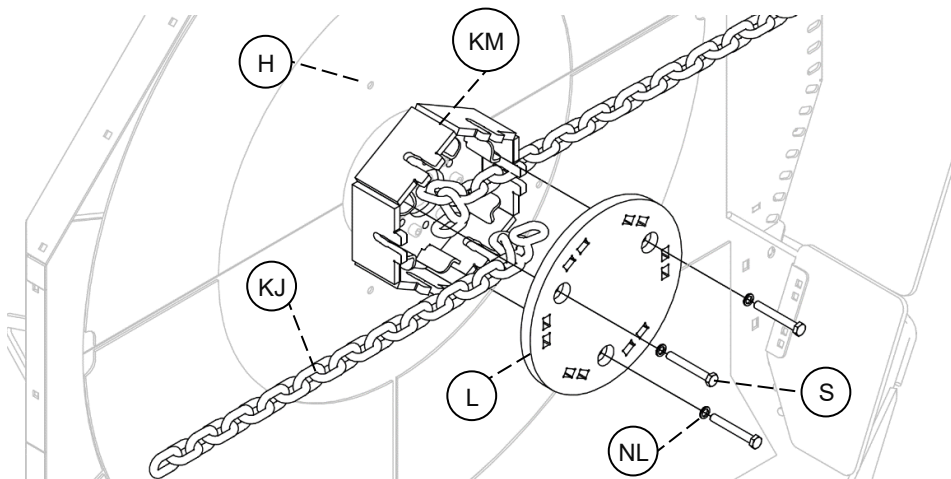

Bild.15
1. Skruva lös de 3 st M12 skruvarna (SK) med nyckelvidd 19 mm och brickor (NL) som håller locket (L), vid behov lås rotation genom att fästa kedjan (KJ) med hjälp av skruvmejsel eller rör i något av hålen (H) – se Bild.15.
- Demontera locket (**L**) på klipp huvudet och ta ur kedjorna (**KJ**), avlägsna även kedjemagasinet (**KM**) – se avsnitt 3.9 och Bild.15.